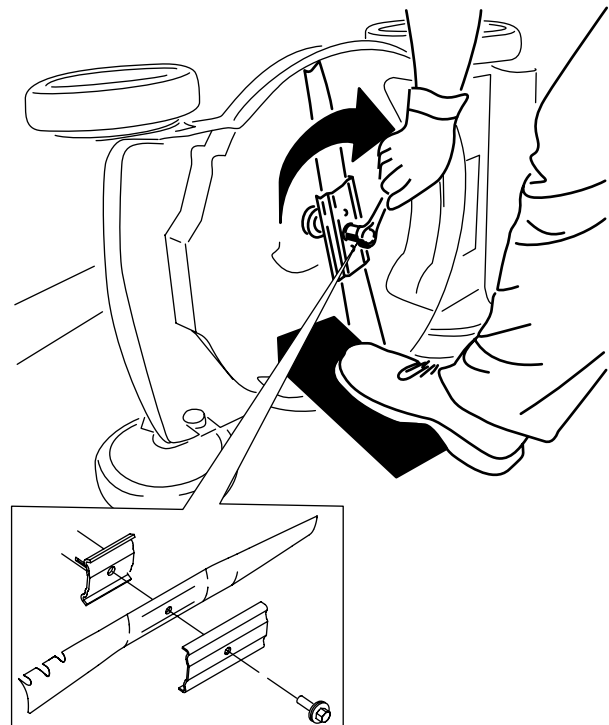

Figura 21
4. Instale la cuchilla nueva y el perno de la cuchilla (Figura 21).